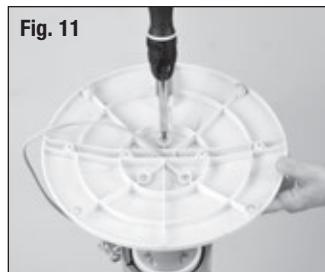

Fig. 11
- Aligner les 3 trous de vis sous le socle et les 3 trous de vis de la base. À l'aide des 3 vis (M5 x 12) et d'un tournevis Phillips (⊗), fixer solidement la base à la partie inférieure du boîtier du ventilateur (Fig. 11).